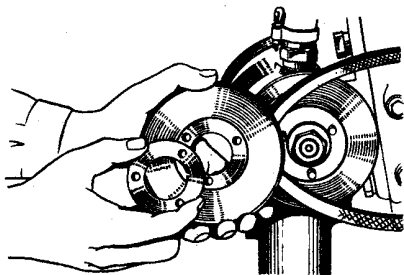

Рис.23. Снятие регулировочных прокладок
- отвернуть гайки крепления боковины шкива, проворачивая шкив. Снять одну - две регулировочные прокладки (рис. 23). Прокладки поставить на наружную сторону боковины и последовательно завернуть гайки, проворачивая шкив после подтяжки каждой гайки.